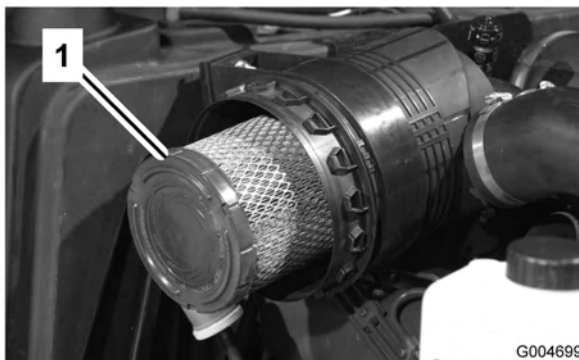

Figura 46
2. Antes de remover o filtro (Figura 46), utilize ar de baixa pressão (276 kPa [40 psi], limpo e seco) para ajudar a retirar grandes acumulações de detritos que se encontram entre o lado de fora do filtro primário e o recipiente. Evite a utilização de ar de alta pressão, que pode forçar a entrada de sujidade no sistema de admissão através do filtro. Este processo de limpeza evita que a sujidade migre para dentro da admissão quando se retira o filtro primário.